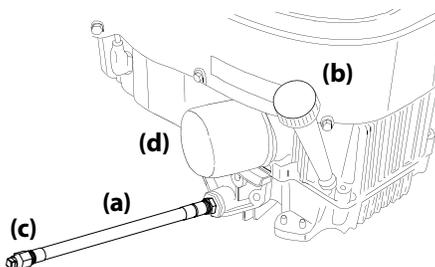

Figura 4-1
- Ubique la manguera de drenaje de aceite (a) en el lado derecho del motor. Consulte la Figura 4-1.
- Mientras sostiene el extremo libre de la manguera de drenaje de aceite (a) sobre el recipiente de recolección de aceite, desatornille el tapón de cabeza cuadrada del extremo de la manguera. Consulte la Figura 4-1. Drene el aceite del motor dentro del recipiente.
- Figura 4-1. Drain the engine oil into the collection container.